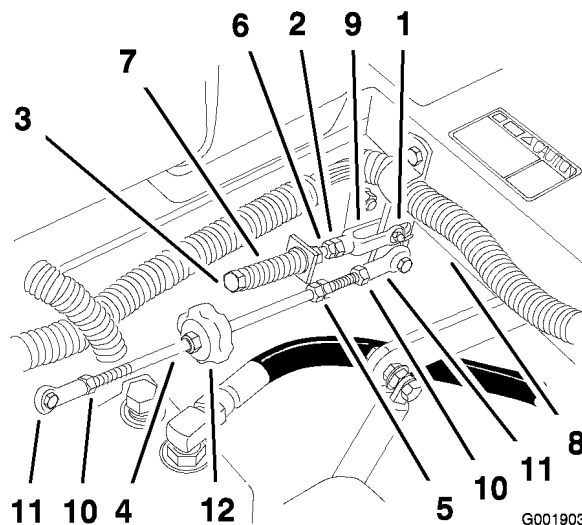

Figura 70
8. Si es necesario un ajuste, afloje la tuerca y la contratuercas contra la horquilla (Figura 70).
9. Aplique una ligera presión hacia atrás en la palanca de control de movimiento, gire la cabeza del perno de ajuste en el sentido apropiado hasta que la palanca de control esté centrada en posición de bloqueo/punto muerto (Figura 70).
10. Apriete la tuerca y la contratuercas (Figura 70).